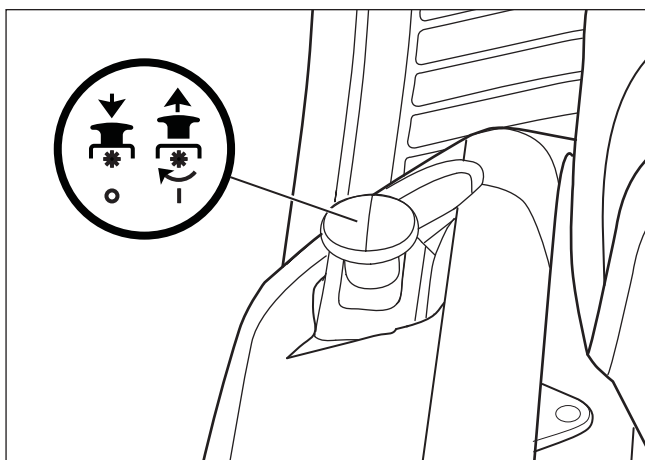

Figure 9
1. Avant de mettre le moteur en marche, s'assurer que la commande de rotation de lame est en position **DÉBRAYAGE** (voir la **Figure 9**).
2. Pour conduire sur un trottoir ou une route, déplacer le levier de levage en position la plus haute et déplacer la commande de rotation de lame en position DÉBRAYAGE (voir la **Figure 9**).
2. Appuyer sur la commande de rotation de lame en position DÉBRAYAGE (voir la **Figure 9**).
1. Appuyer sur la commande de rotation de lame en position DÉBRAYAGE (voir la **Figure 9**).
4. Déplacer lentement la commande de rotation de lame en position EMBRAYAGE (voir la **Figure 9**).